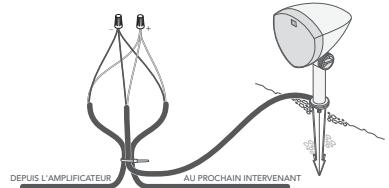

Figure 10
8. Coupez les deux fils pour l'enceinte gauche ou droite (voir les tableaux ci-dessous) et dénudez 3/4 po d'isolation sur les extrémités exposées des fils d'enfouissement, puis dénudez 3/4 po d'isolation des extrémités des câbles de l'enceinte correspondante (voir Figure 10).
9. Créez une boucle d'environ 250 mm (10 po) et utilisez un collier de serrage pour maintenir la boucle et le câble de l'enceinte en place afin de soulager la tension (voir Figure 10).